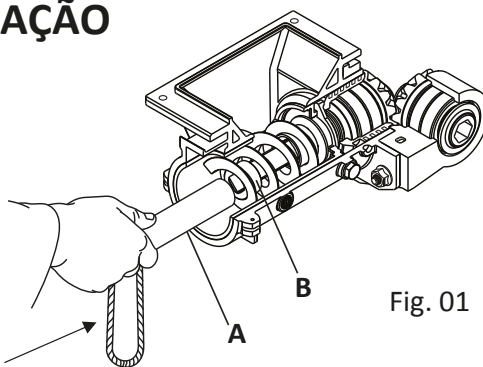
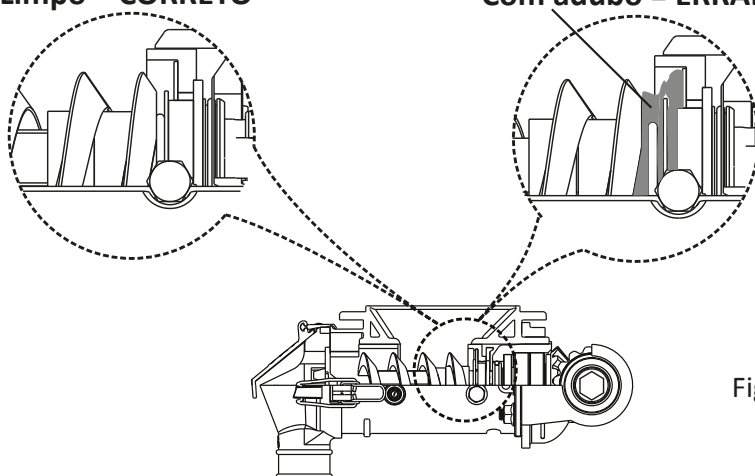

Fig. 01
Fig. 02
O Sem-Fim deve estar bem apoiado no fundo interno do Revestimento, utilizando o Tubo Fixador (A) conforme Fig. 01, empurrando o Anel Trava (B). Se o Sem-Fim não for fixado de modo correto, poderá alterar e interferir na dosagem do adubo, podendo danificar o Regulador de Nível, o Revestimento e o Eixo NG. Se estiver sujo de fertilizante, deve-se limpar o Revestimento de modo que não fique adubo entre a bucha do Sem-Fim, Anel O'Ring, Arruela Quadrada Inox e o fundo do Revestimento (Fig. 02).